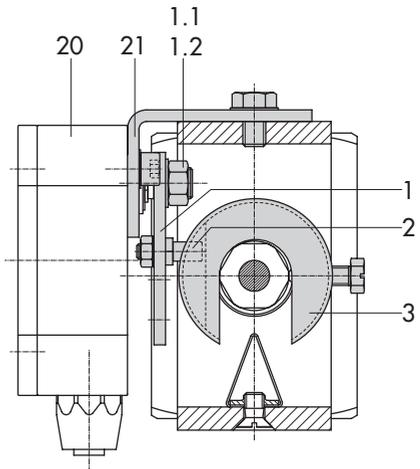

Fig. 13 · Montage sur microvanne
1. Fixer l'étrier (3) sur l'accouplement de la vanne selon la fig. 13.
2. Retirer le levier standard **M** (1) avec le palpeur (2) de l'axe du boîtier du capteur et récupérer le palpeur.
3. Prendre le levier **S** fourni dans les pièces de montage. Visser le palpeur (2) en position 17 sur le levier **S** (1).
5. Visser le capteur de position (20) sur l'équerre (21).